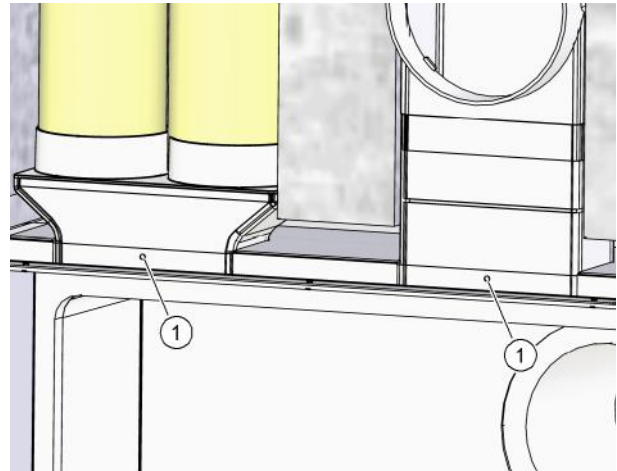

Abb. 26: Anschlüsse am Mauerkasten befestigen
Im Putzrahmen befinden sich zwei Bohrungen (Pos. 1 in Abb. 26) zum Befestigen der Flachkanal- bzw. Flexrohranschlüsse mit Blindnieten. Diese Bohrungen müssen auch in den Flachkanal- bzw. Flexrohranschlüssen angebracht werden.
- ▶ Bohren Sie mit dem 3,2 mm Bohrer durch die Löcher im Putzrahmen (Pos. 1 in Abb. 26) in die Flachkanal- bzw. Flexrohranschlüsse.